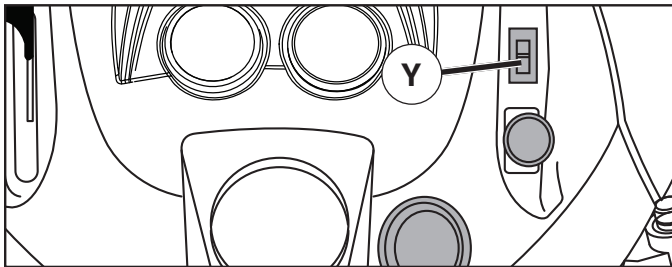

Fig. 15
CÓMO USAR EL CONTROL DEL CIERRE DIFERENCIAL (Y) (Ver la Fig. 15)